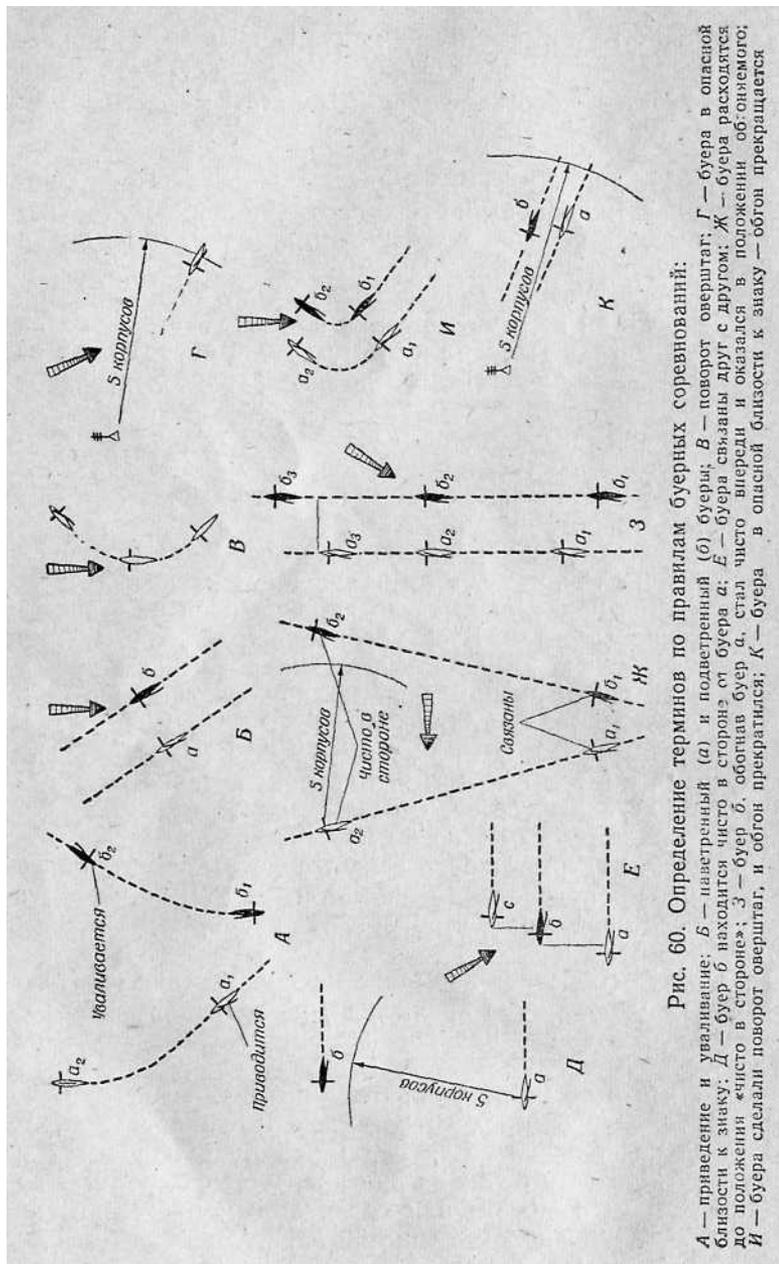

Рис. 60. Определение терминов по правилам буерных соревнований:
О приведении и уваливании. Буер приводится, если он меняет курс так, чтобы идти ближе к направлению ветра, и считается приводящимся до тех пор, пока не станет в положение левентик. Буер уваливается, если он меняет курс так, чтобы идти дальше от направления ветра, и считается уваливающимся до тех пор, пока не перебросят гик на другой борт (рис. 60. А).
Наветренный и подветренный буер. Если два буера идут одним и тем же галсом, то буер, со стороны которого дует истинный ветер, считается наветренным, а второй — подветренным (рис. 60. Б).
Поворот оверштаг буер делает с того момента, когда он проходит положение левентик. и пока он не увалится до такого положения, чтобы грот наполнился ветром (рис. 60, В).
Опасная близость. Считается, что буер находится в опасной близости от знака или препятствия, если между этим буером и знаком или препятствием расстояние не менее пяти длин корпуса (рис. 60, Г).
Буер находится чисто в стороне от другого буера, если отсутствует между ними опасная близость (рис. 60, Д).
Связанность. Связанность существует между двумя буерами, если они идут одним галсом и находятся в опасной близости друг с другом и ни один из них не является впереди другого. Два буера считаются связанными и в том случае, если находящийся между ними буер связан с ними обоими (рис. 60, Е).
- буера разойдутся до положения чисто в стороны (рис. 60, Ж);
- обгоняющий буер окажется чисто впереди настолько, что сам будет считаться обгоняемым (рис. 60, З);
- один из буеров или оба сделают поворот оверштаг (рис. 60, И);
- один из буеров подойдет в опасную близость к знаку (рис. 60, К). Если есть сомнение, считается, что обгон не прекратился.